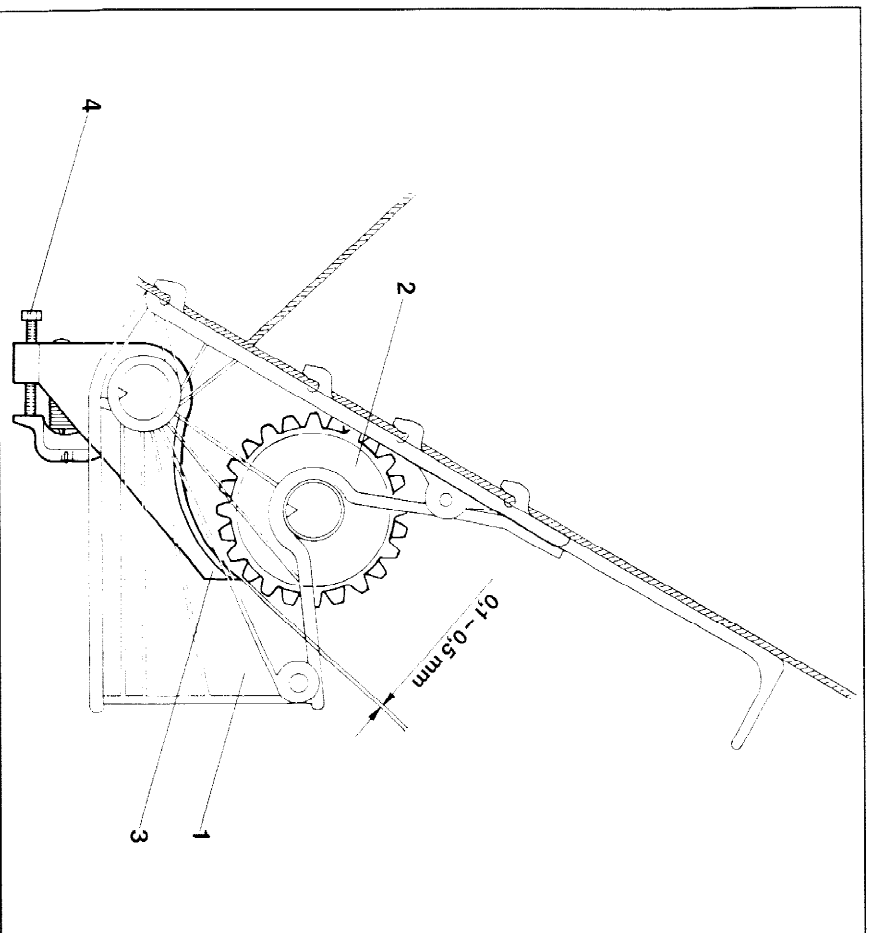

Fig. 42
- 2) Controleren, of de voorgeschreven afstand van 0,1 mm.tot 0,5 mm. (zie fig.42) tussen de bodemkleppen (fig.42/3) en zaairad (fig.42/2) in elk zaaihuisje, aanwezig is. Daarbij dient men ter controle, elk zaairad met de hand op de zaaias te draaien.
- 3) De voorgeschreven afstand bij afwijkingen met de veergespannen bout (fig.42/4) instellen.